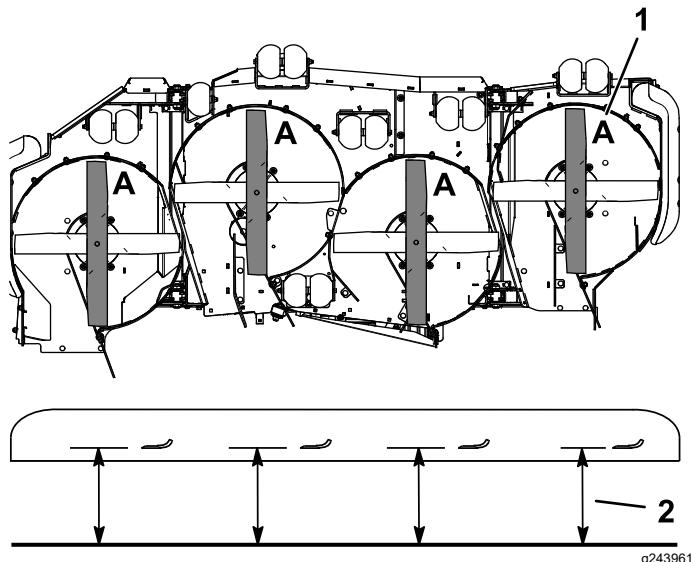

Figura 71
- Gire las cuchillas hasta que los extremos estén orientados hacia adelante y hacia atrás (**Figura 71**).
- Mida desde una superficie nivelada hasta el filo de corte, posición A, de las cuchillas (**Figura 71**).